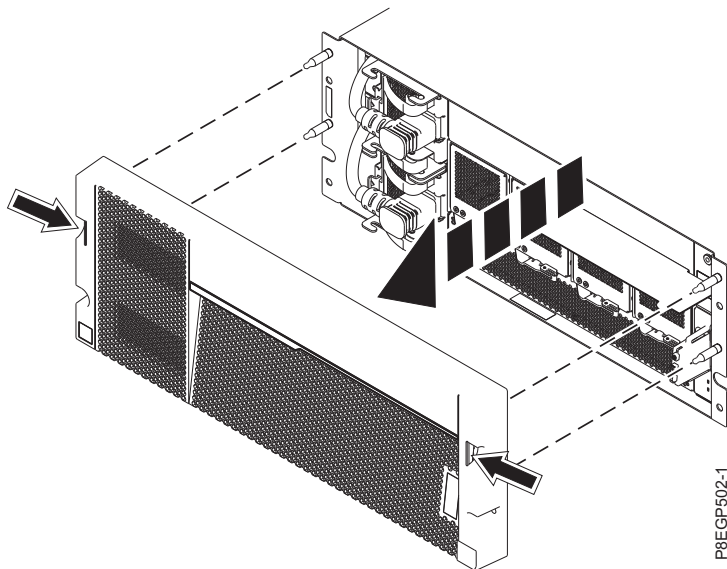

Abbildung 8. Abdeckung ausbauen und Serviceinformationskarte entfernen
- b. Ziehen Sie die Abdeckung mithilfe der zwei blauen Kontaktpunkte an den Seiten des Einschubs gerade heraus, um sie von der Vorderseite des Einschubs auszubauen (siehe Abb. 8 auf Seite 12).